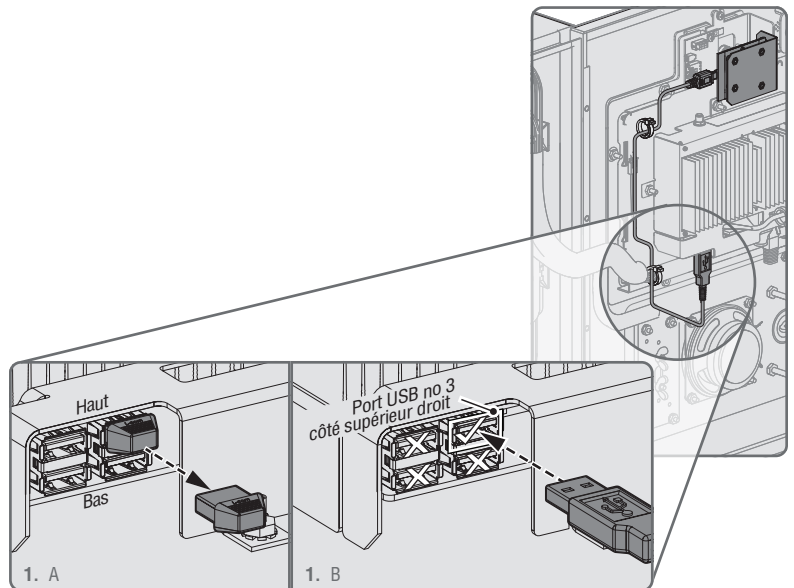

Figure 1. Dépose du bouchon protecteur et connexion au port USB no 3 sur le côté supérieur droit du contrôleur.
- Utiliser des pinces pour débrancher le bouchon fantôme supérieur droit de la prise USB sur la carte logique (contrôleur). (Figure 1.A)
- LE PORT USB NO 3 DOIT ÊTRE UTILISÉ** pour connecter la caméra. L'extrémité micro USB du câble USB se branche dans la caméra et l'extrémité USB standard du câble se connecte spécifiquement au port USB no 3, (le port supérieur droit sur le contrôleur). (Voir la Figure 1.B)